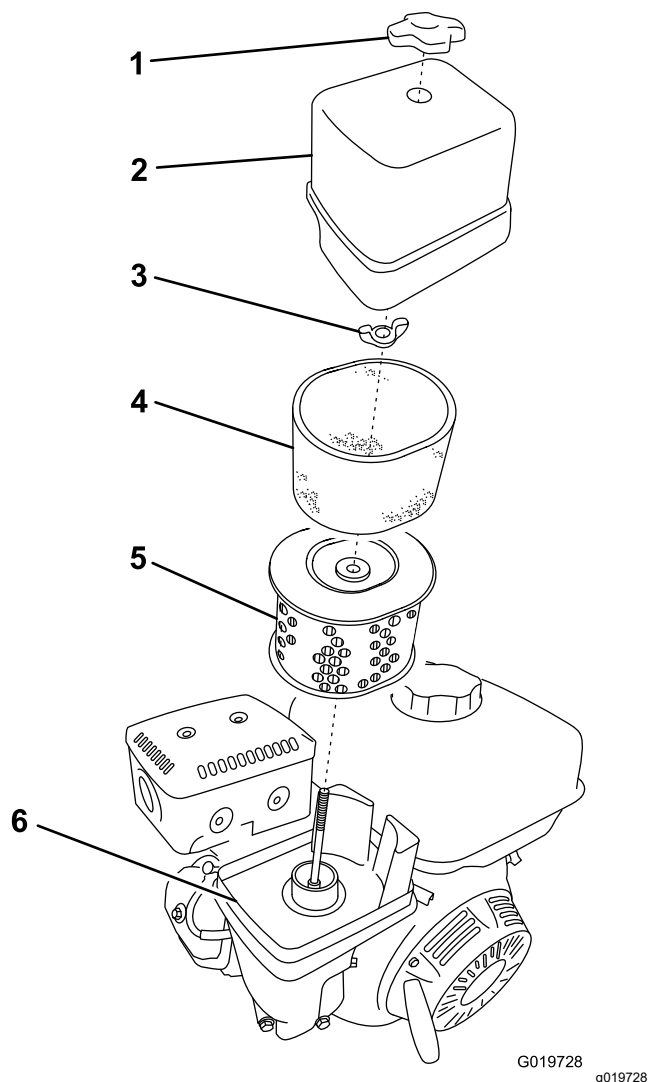

Figura 33
3. Retire la tuerca que sujeta la tapa (Figura 33).
5. Separe cuidadosamente de la base los elementos de espuma y de papel (Figura 33).
6. Separe el elemento de espuma del elemento de papel (Figura 33).